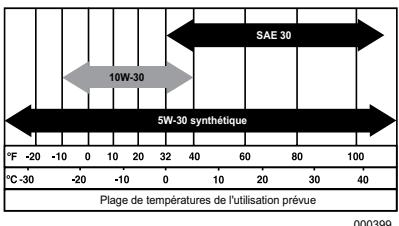

Figure 4-2. Plage de fonctionnement sûr
6. Voir la Figure 4-2. Retirez la jauge et vérifiez que le niveau d'huile se situe dans la plage de fonctionnement sûr.